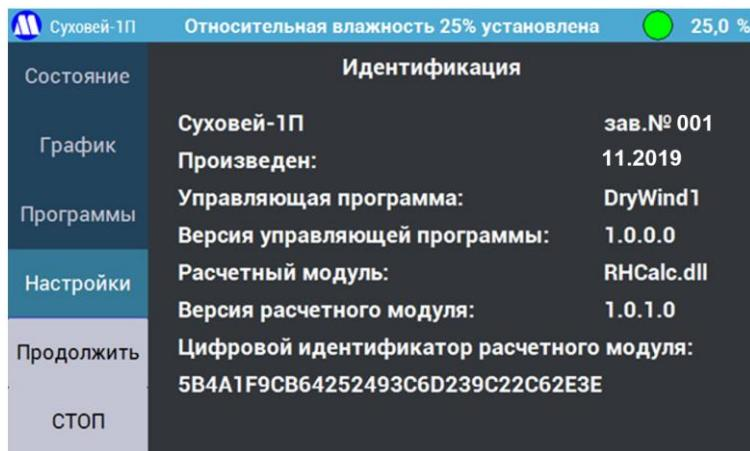

Рисунок 20 – Экран «Идентификация».
7.2.16. Кнопка «Идентификация» (Рисунок 20) открывает экран с информацией о заводском номере, дате производства и программном обеспечении генератора.